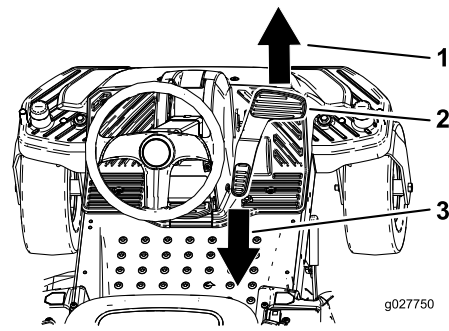

Bild 13
3. Stellen Sie den Fuß auf das Fahrpedal und treten langsam oben auf das Pedal, um vorwärts zu fahren, oder unten auf das Pedal, um rückwärts zu fahren (Bild 13).